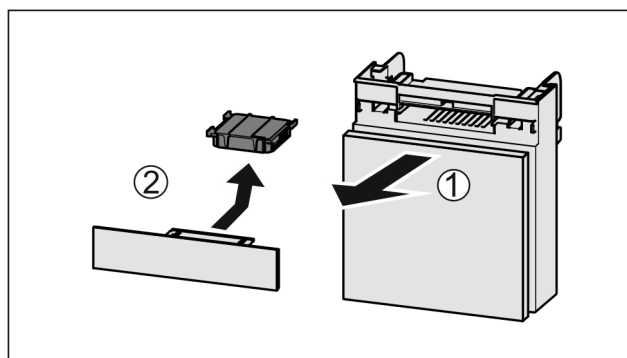

Fig. 212
- Zásuvku vytáhněte dopředu Fig. 212 (1).
- Filtr s aktivním uhlím vyjměte Fig. 212 (2).